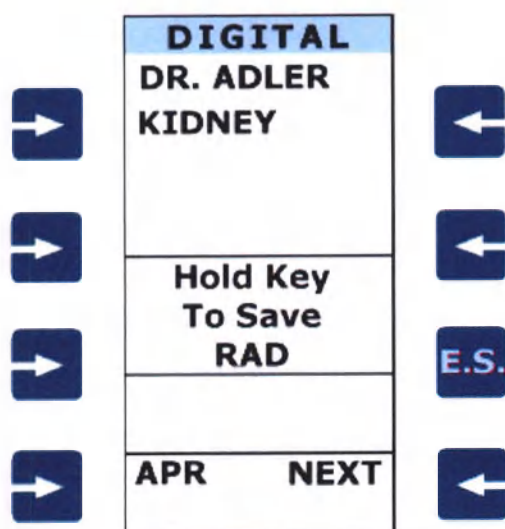

Рисунок 2.10 - Сохранение нового исследования в базу данных APR
- Или постоянно, для обновления диаграмм методик путем сохранения нового исследования в базу данных APR для последующего использования (рисунок 2.10).